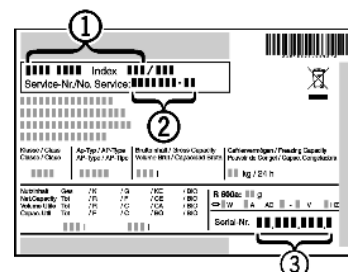

Fig. 17
- Označení přístroje Fig. 17 (1), servisní číslo Fig. 17 (2) a sériové číslo Fig. 17 (3) naleznete na typovém štítku. Identifikační typový štítek je umístěn na levé vnitřní stěně přístroje.
- Informujte zákaznický servis a sdělte poruchu, označení přístroje Fig. 17 (1), servisní číslo Fig. 17 (2) a sériové číslo Fig. 17 (3).